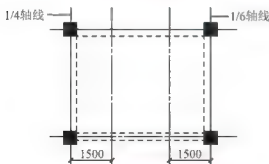
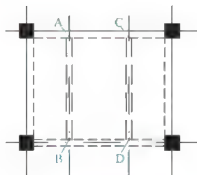

图 5.51 偏移生成梁的轴线
图 5.52 绘制板底梁
(1) 在命令行输入“O”并按 Enter 键, 执行【偏移】命令。
① 在指定偏移距离或 [通过 (T)/ 删除 (E)/ 图层 (L)] <通过>: 提示下, 输入 1/4 轴线和板底梁之间的距离“1500”后按 Enter 键。
② 在选择要偏移的对象, 或 [退出 (E)/ 放弃 (U)] <退出>: 提示下, 选择 1/4 轴线, 此时 1/4 轴线变虚。
③ 在指定要偏移的那一侧上的点, 或 [退出 (E)/ 多个 (M)/ 放弃 (U)] <退出>: 提示下, 单击 1/4 轴线右侧任意位置, 则生成左侧板底梁的轴线。
④ 在选择要偏移的对象, 或 [退出 (E)/ 放弃 (U)] <退出>: 提示下, 选择 1/6 轴线, 此时 1/6 轴线变虚。
⑤ 在指定要偏移的那一侧上的点, 或 [退出 (E)/ 多个 (M)/ 放弃 (U)] <退出>: 提示下, 单击 1/6 轴线左侧任意位置, 则生成右侧板底梁的轴线, 结果如图 5.51 所示。
(2) 用【对象特性管理器】将图 5.51 中的轴线的【线型比例】修改成“0.5”。
(3) 将【虚线】图层设置为当前图层。
(4) 在命令行输入“ML”并按 Enter 键, 启动【多线】命令。
① 在当前设置: 对正 = 无, 比例 = 240.00, 样式 = STANDARD, 指定起点或 [对正 (J)/ 比例 (S)/ 样式 (ST)], 提示下, 输入“S”后按 Enter 键。
② 在输入多线比例 <240.00>: 提示下, 输入“200” (板底梁的宽度为 200mm) 后按 Enter 键。
③ 在指定起点或 [对正 (J)/ 比例 (S)/ 样式 (ST)] 提示下, 捕捉 A 点作为多线的起点。
④ 在指定下一点或 [闭合 (C)/ 放弃 (U)], 提示下, 捕捉 B 点作为多线的终点, 然后按 Enter 键结束命令。
(5) 按 Enter 键重复【多线】命令, 绘制 CD 多段线后按 Enter 键结束命令, 结果如图 5.52 所示。
(6) 用【对象特性管理器】将图 5.52 中的两根板底梁的【线型比例】修改成“0.5”。